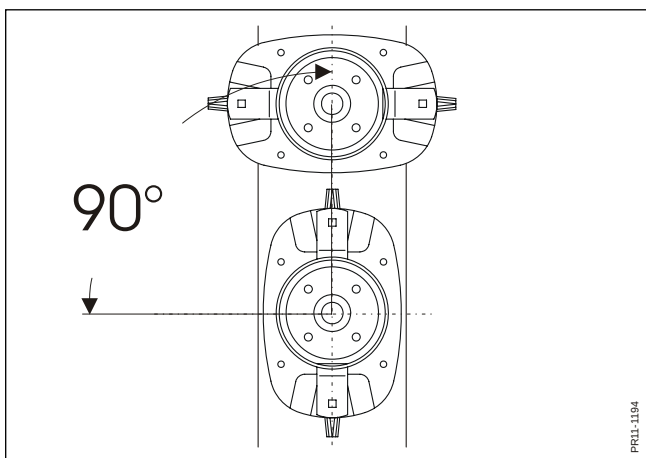

Fig. 5-11
- Fig. 5-11** Hvis skiver har været demonteret, skal de igen monteres forsat 90° i forhold til hinanden.